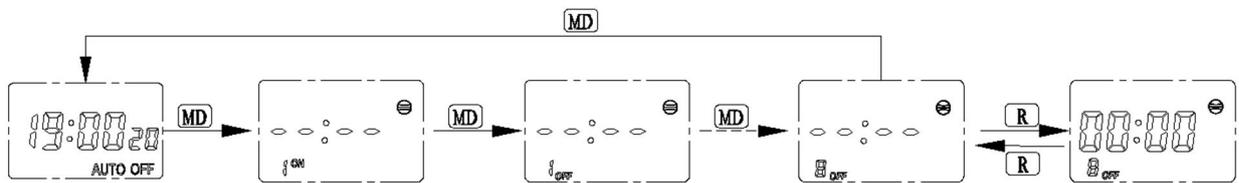

图12 液晶显示（其余定时设置时间消除）
5.2.6.3 第一组关闭时间设置完毕后，如需设置其他组定时时间，请参考以上两步骤。本产品可设置8组时间段，对于多余的时间段，请按“R”键将其余各组时间消除，使液晶显示“—:—”，如图12所示。设置完成后按“MD”键退出。